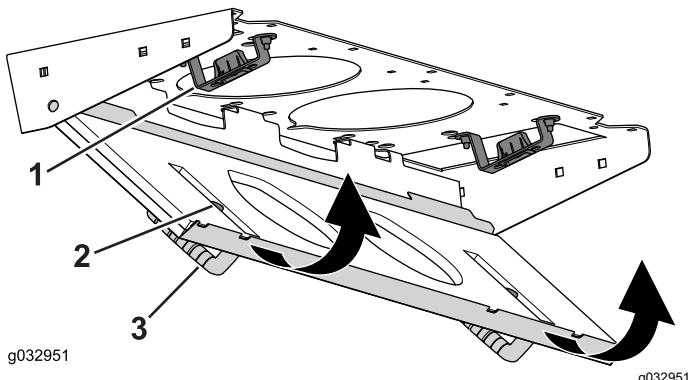

Figura 132
- Gire la rejilla del filtro sobre las pestañas hasta que el cierre se enganche en el soporte (Figura 132).